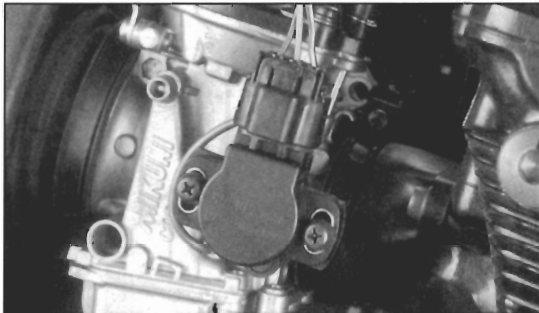

Bild 71
- Ab Baujahr 1989: Stecker des Drosselklappensensors abnehmen (Bild 71).